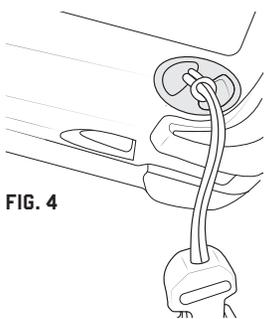

FIG. 4
3. Cinch the loop attachment to the captive hole in the barcode scanner by pulling the female buckle end through the loop and pulling the loop tight to remove slack. [fig. 4]
3. Pase la hebilla hembra por el lazo y tire de ella para apretar el lazo en el orificio de sujeción del escáner hasta que no tenga holgura [fig. 4].
3. Resserrez la boucle d'attache souple dans le trou captif du lecteur de code-barres en tirant sur le fermoir femelle au travers de la boucle souple, puis en tirant bien sur cette dernière pour éliminer le mou. [fig. 4]